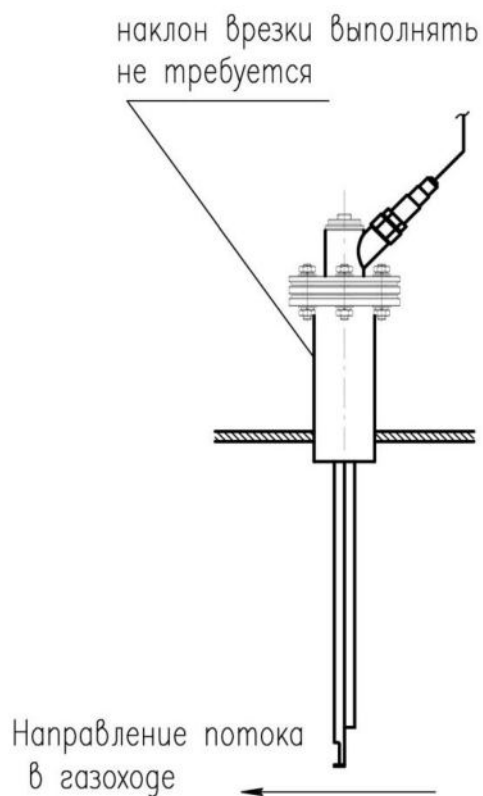
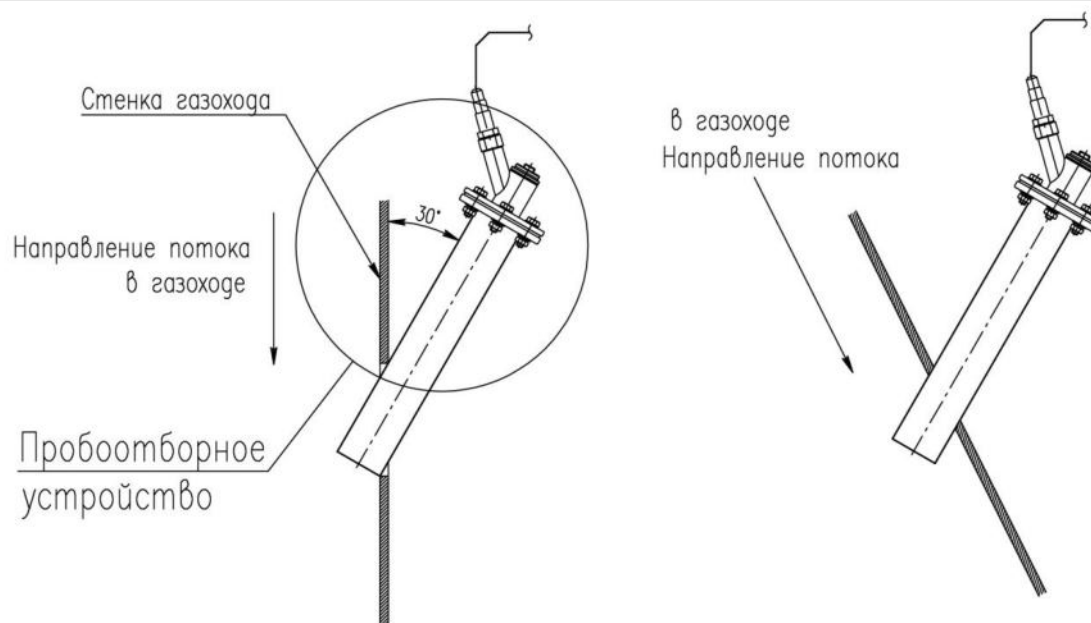
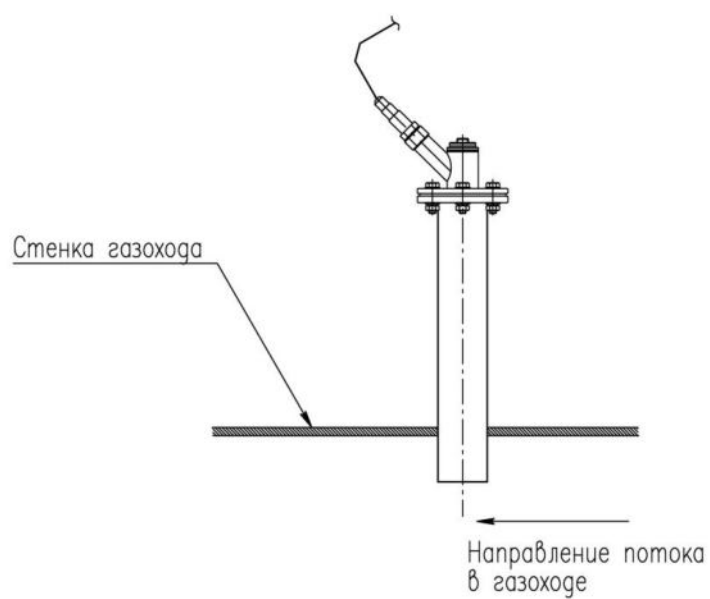

Рис. 5 – Рекомендуемое положение пробоотборного устройства для врезки с зондом (вертикальное)
Рис. 8 — Расположение пробоотборного устройства для вертикальных и наклонных участков шунтовых труб
Рис. 7 — Расположение пробоотборного устройства для горизонтальных участков шунтовых труб
Для шунтовых труб угольных котельных зонд может не использоваться, и камера измерительная устанавливается непосредственно на врезке, см. *Рис. 8*, *Рис. 7*.
– вертикальное, см. *Рис. 5*;
Рекомендуемые положения пробоотборного устройств для модификации без зонда (тип «косая врезка», для шунтовых труб) см. *Рис. 8, Рис. 7*:
При наличии в потоке газа большого количества твердых частиц, предпочтительное положение зонда – вертикальное (*Рис. 5, Рис. 7*).